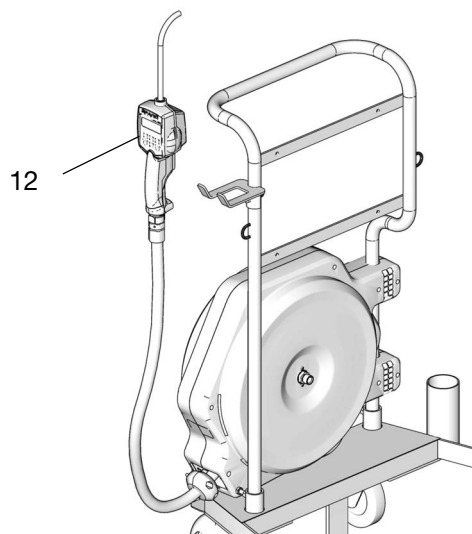

図 33
5. 吐出装置 (12) をホース末端に取り付け、しっかりと締め付けます (図 33)。